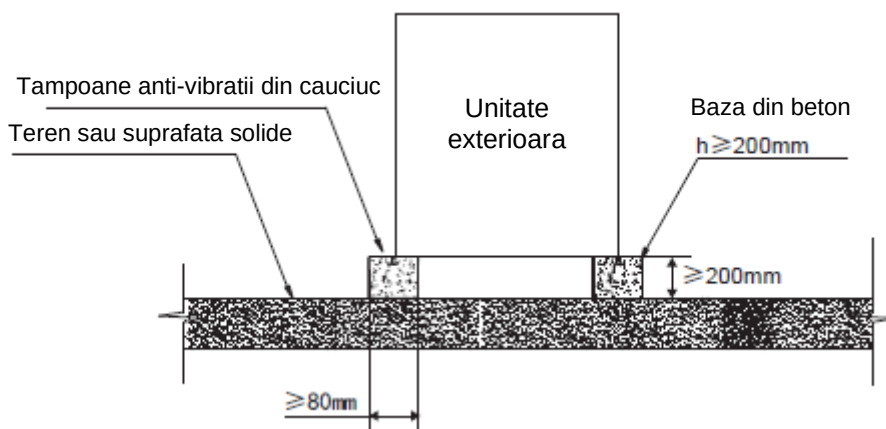

Fig.6-4 Vedere frontala a structurii de baza
- 4) O proiectare tipica a unei baze de beton este prezentata in Fig. 6-4. O specificatie tipica pentru beton este 1 parte ciment, 2 parti nisip si 4 parti piatra concasata cu bare de armare din otel. Marginile bazei trebuie sa fie sanfrenate.